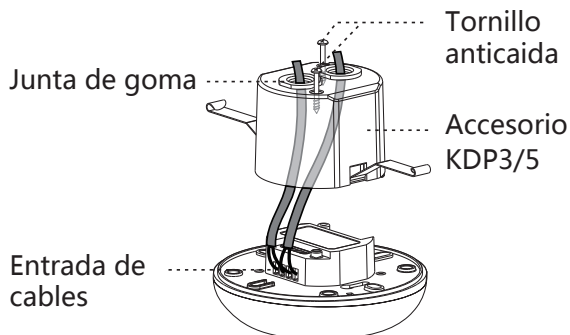

FIG.13
- Traspase la junta de goma del KDP3/5 con un destornillador y pase los cables a través de ella (Ver FIG.13).